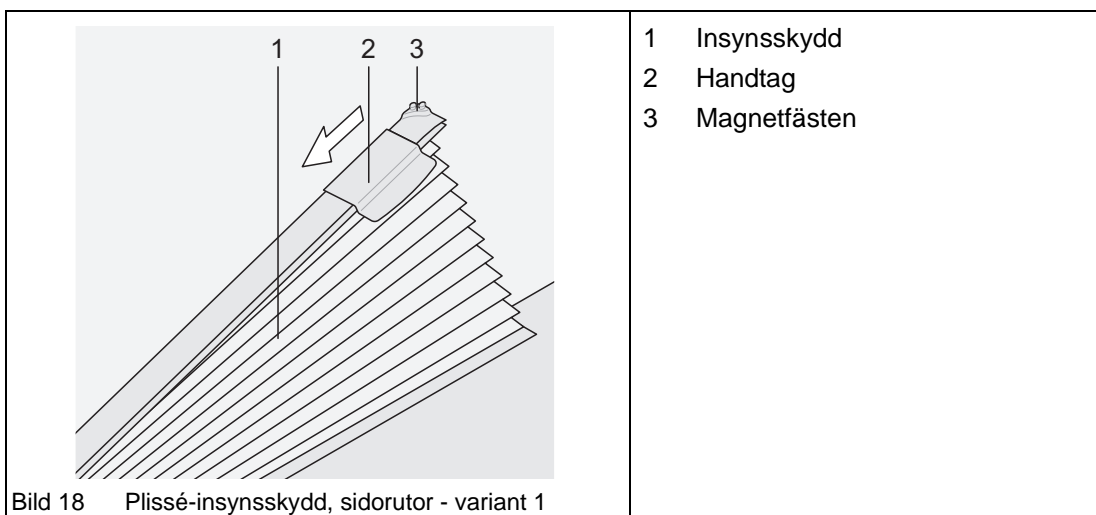

Bild 18 Plissé-insynsskydd, sidorutor - variant 1
Plissé-insynsskydden (Bild 18/1) är inbyggda i förarhyttens dörramar på höger och vänster sida.
- ➔ Skjut handtaget (Bild 18/2) i pilens riktning. Därmed lossas plissé-insynsskyddet.
- ➔ Vik upp insynsskyddet (Bild 18/1) och fixera det med magnetfästena (Bild 18/3) mot fönsterramen.